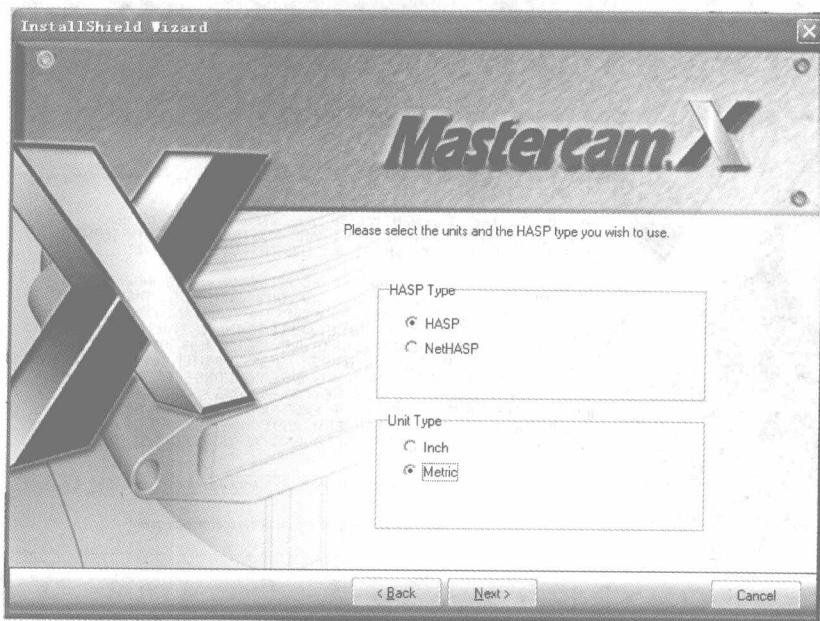

图 1-5 选择加密狗种类和制式
⑤ 选择 HASP 加密狗种类和安装制式(其中 Inch 为英制, Metric 为公制),如图 1-5 所示,单击 Next 按钮进入下一步安装。